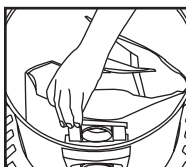

FIGURA 26
35. Deslice el deflector de entrada con la bolsa filtrante acoplada en la guía del deflector. **FIGURA 26.**